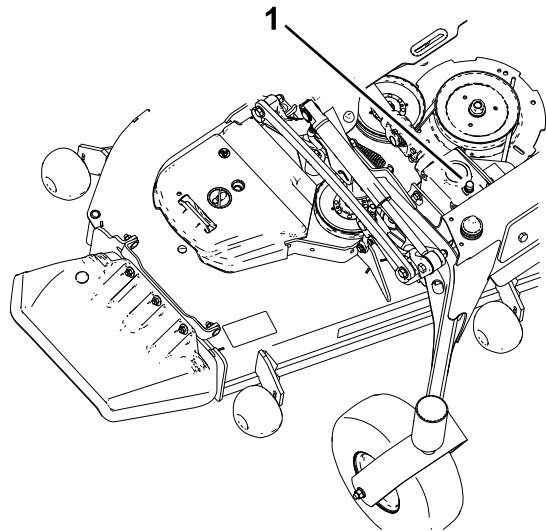

Bild 56
5. Nehmen Sie den Peilstab bzw. die Füllschraube oben am Getriebe ab und stellen Sie sicher, dass der Ölstand zwischen den Markierungen am Peilstab liegt (Bild 56).